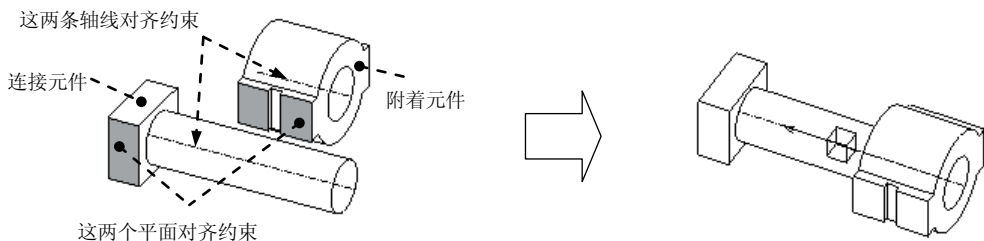

图 12.2.4 滑动杆（Slider）接头
滑动杆接头如图 12.2.4 所示，在这种类型的接头中，连接元件只能沿着轴线相对于附着元件移动。
Step3. 创建滑动杆连接。在约束集选项列表中选择  **滑动杆** 选项，此时系统弹出“装配”操控板，单击操控板菜单中的 **放置** 按钮，分别选取图 12.2.4 中的两条轴线。分别选取图 12.2.4 中的两个表面。